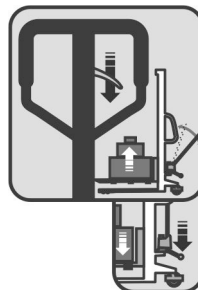

Fig. 3 – Posicionando a alavanca para baixo
1) Posicione a alavanca para baixo e movimente o cabo ou acione o pedal para elevar a carga (fig. 3).